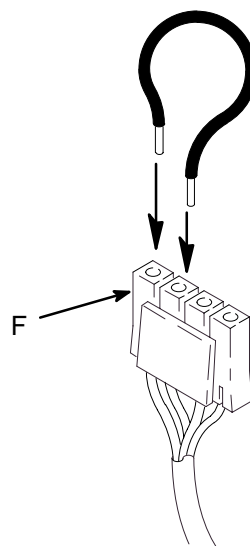

Рис. 3
3. Рис. 10. Снимите четыре винта (60), крышку регулятора давления (49), еще два винта (108) и плату управления (67). Рис. 3. Отсоедините разъем электродвигателя (F).
1. Рис. 3. Соедините красный и черный выводы электродвигателя с выводом, предназначенным для тестирования. Проверните вентилятор электродвигателя вручную со скоростью около двух оборотов в секунду.